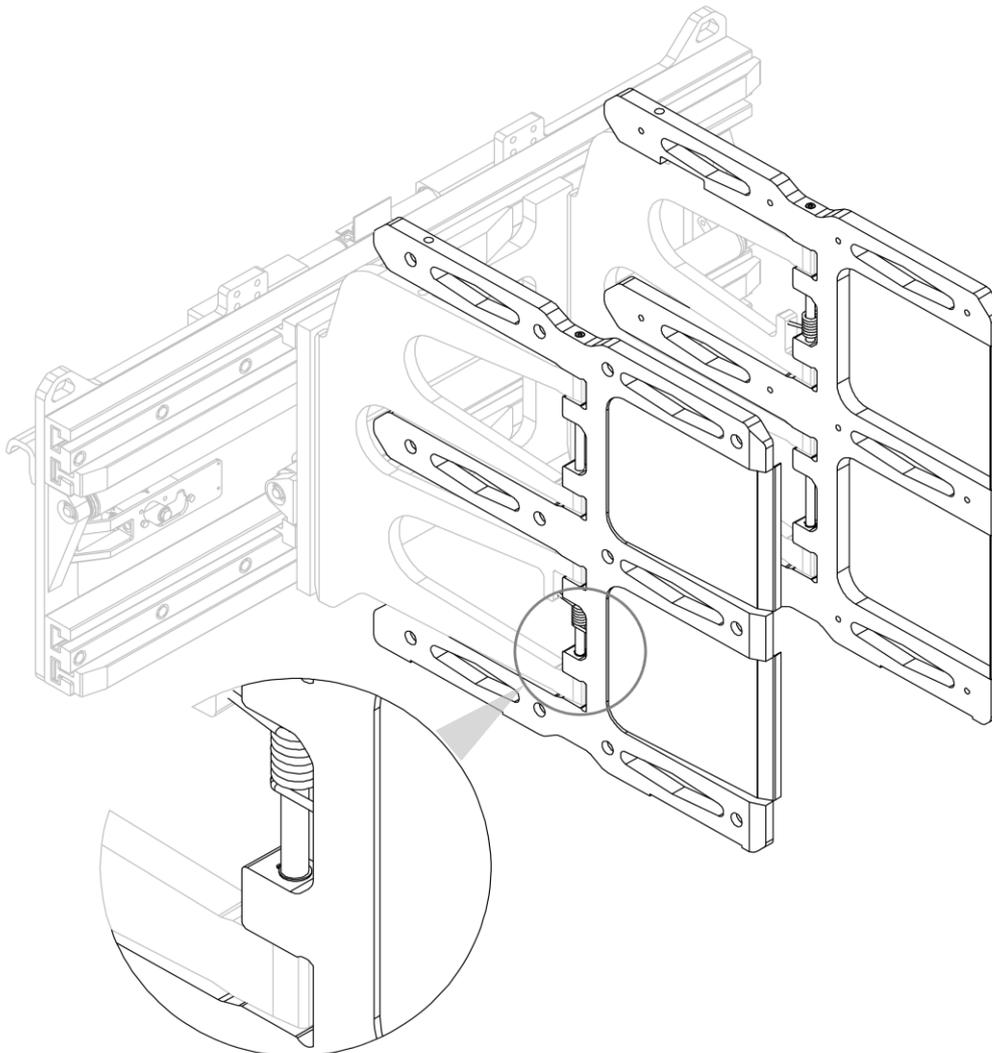
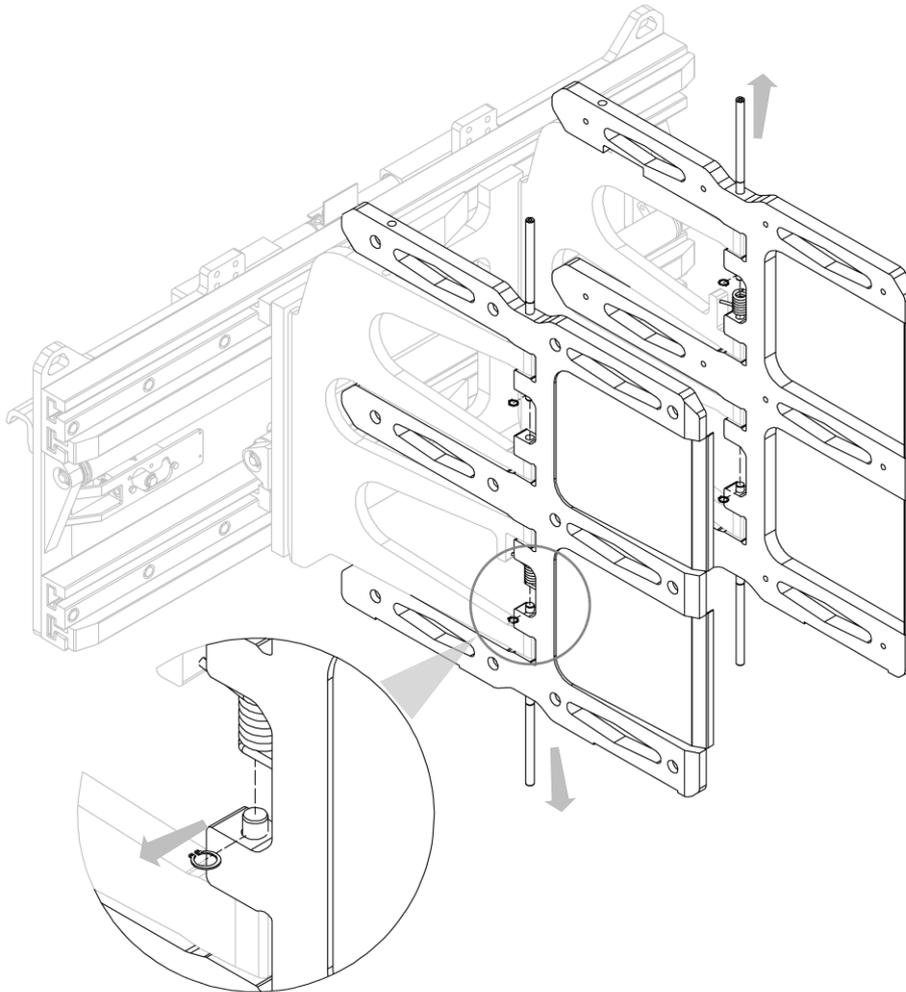

Abbildung 82
Abbildung 83
4. Siehe *Abbildung 82* und *Abbildung 83*.